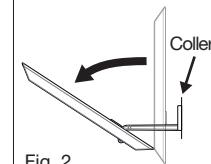

Fig. 2
8. Détachez et retirez les (1) protections de chacun des deux morceaux de ruban adhésif situés sur la barre de support de l'ancrage mural. L'adhésif est nécessaire pour permettre à la barre de support de l'ancrage mural d'adhérer à l'arrière du mur, assurant ainsi un placement correct. (Cela permettra à la barre de rester droite pendant l'installation.)
9. Prenez l'ancrage fourni, inclinez la barre vers le bas à l'extrémité du bras. La barre doit être très légèrement inclinée vers le haut. (**Fig. 2**)